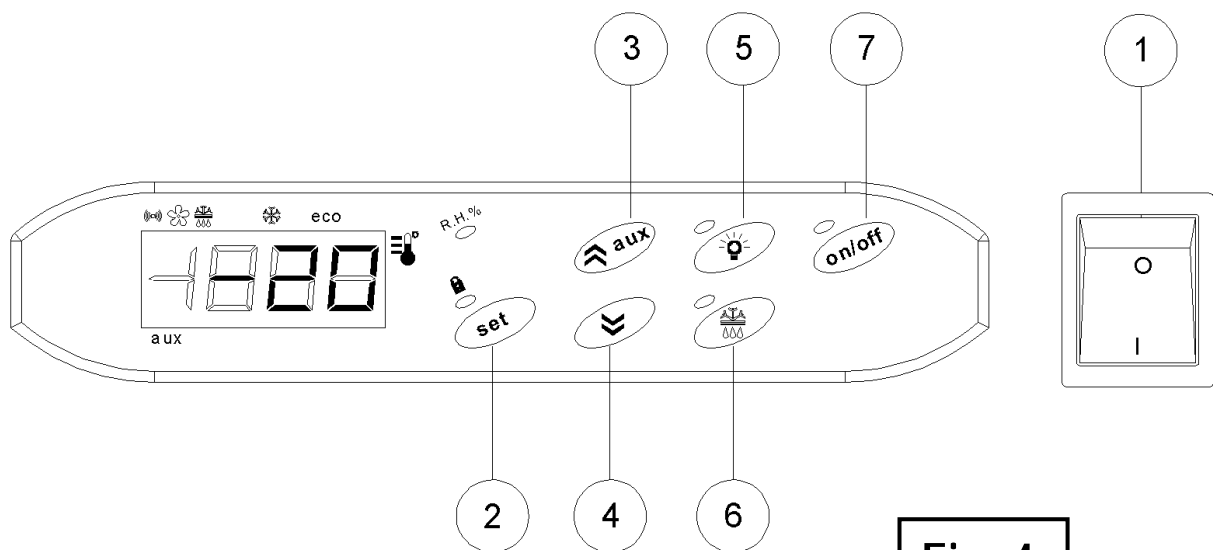

Fig. 4
| Fig.4 - MONTAGE DE L'UNITÉ DE CONDENSATION AU MUR .....                     | 31 |
Appuyer sur l'interrupteur compresseur ① de la FIG.4.
L'utilisateur en remplissant les fonctions de monitoring et les variations des paramètres de fonctionnement doit agir exclusivement sur l'instrumentation externe du cadre de commande représenté sur la FIG.4.
Les fonctions du tableau de commande de la chambre froide, représenté dans la FIG. 4 sont :